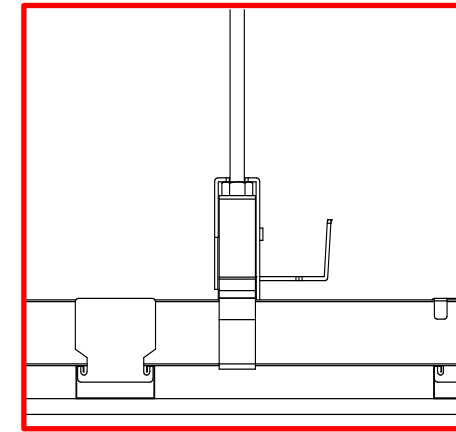

図3・キティウオーク差し込み状態
- ・差し込みしたキティウオークがハンガーのナットと隙間がない状態にしてください(図3)。